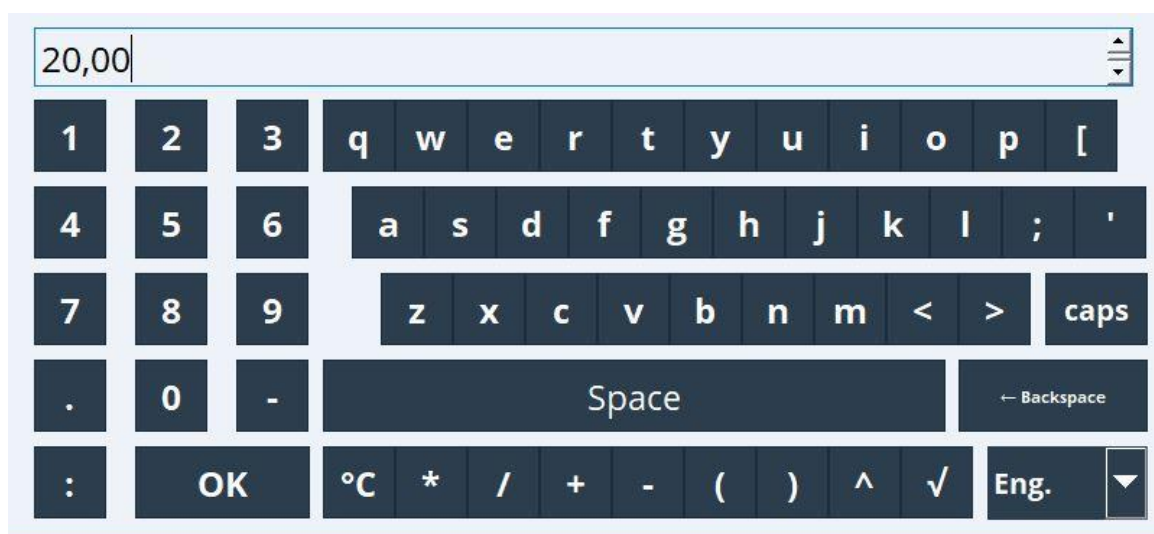

Рисунок 1.3 – Виртуальная клавиатура
1.4.1.2 Для ввода текста и цифр имеется виртуальная клавиатура (рисунок 1.3). Она открывается автоматически при нажатии на изменяемое значение.